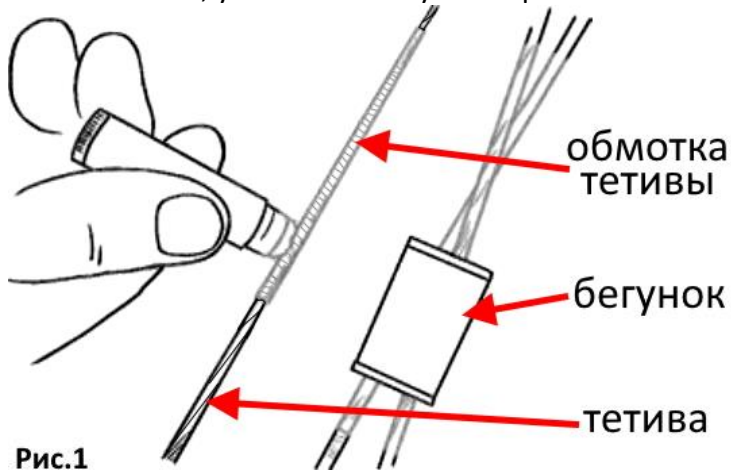

Рис.1
2. Смазывайте направляющую арбалета и центральную обмотку тетивы специализированным воском каждые 20 выстрелов. Обмотка защищает волокна тетивы от трения о направляющую арбалета. Не защищенная обмоткой тетива очень быстро перетирается о направляющую. Тетиву также необходимо обрабатывать воском, но реже – примерно каждые 100 выстрелов (Рис.1).
1. Возьмите фронтальную часть арбалета (плечи) и смажьте воском обмотку тетивы, а также тросы в том месте, где они пересекаются (Рис.1).